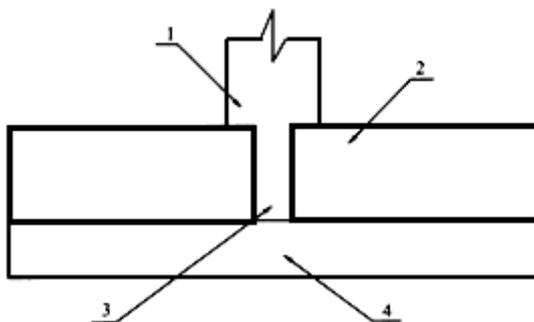

Рис.14
10. При монтаже панелей соседних секций шов между панелями заделывается либо минеральной ватой, либо уплотнительной лентой. Величина шва зависит от следующих факторов: если пролет более 4-х м, то величина шва не менее 15 мм, более 4-х м - не менее 20 мм соответственно (рис.14, поз.3).